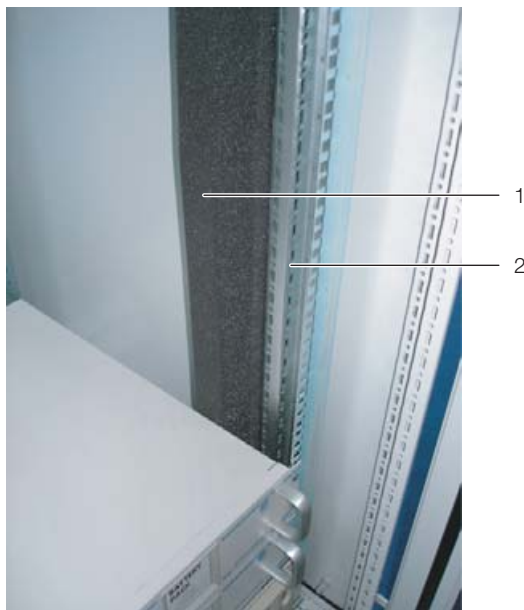

Abb. 25: Schaumstoffstreifen an einer Stütze des Serverracks
- Befestigen Sie den breiteren der beiden Schaumstoffstreifen (Best.-Nr. 3301.370 / 3301.320) aus dem Zubehör des Liquid Cooling Package von außen an einer der vorderen Stützen des Serverracks (Abb. 25). Achten Sie darauf, dass Sie diesen Streifen auf der Seite des Serverschranks anbringen, auf der das Liquid Cooling Package angereicht wird.
- **Wenn Sie das Liquid Cooling Package nur an einer Seite anreihen:** Befestigen Sie den schmaleren (Best.-Nr. 3301.380 / 3301.390) der beiden Schaumstoffstreifen aus dem Zubehör des Liquid Cooling Package von außen an einer der vorderen Stützen des Serverracks (Abb. 25). Achten Sie darauf, dass Sie diesen Streifen auf der Seite des Serverschranks anbringen, auf der der Schrank wieder mit einer Seitenwand verschlossen wird.